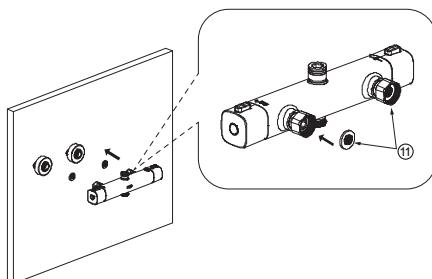
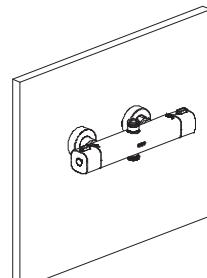

Abbildung 4
Abbildung 5
- a) Setzen Sie die Filtergummischeibe ⑪ in den Einlass der Thermostat-Duschstange ⑨ ein (Abbildung 4). Schließen Sie die thermostatische Duschstange an die gebogenen Anschlüsse an (Abbildung 5). Die linke Seite ist für Warmwasser und die rechte Seite für Kaltwasser.